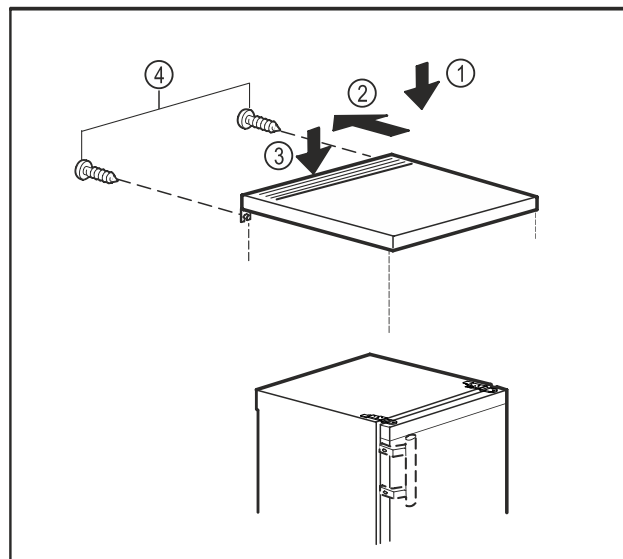

Fig. 11
- ▶ Posizionare il ripiano sull'apparecchio. Fig. 11 (1)
- ▶ Spostare il ripiano esterno superiore all'indietro. Fig. 11 (2)
- ▶ Spingere il ripiano esterno superiore verso il basso. Fig. 11 (3)
- ▶ Stringere le viti sul retro. Fig. 11 (4)